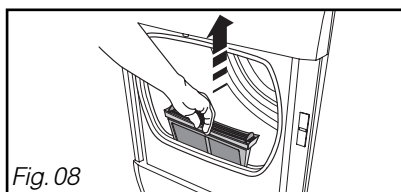

Fig. 08
- Enlevez-le de son logement en tirant de bas en haut (Fig. 08).